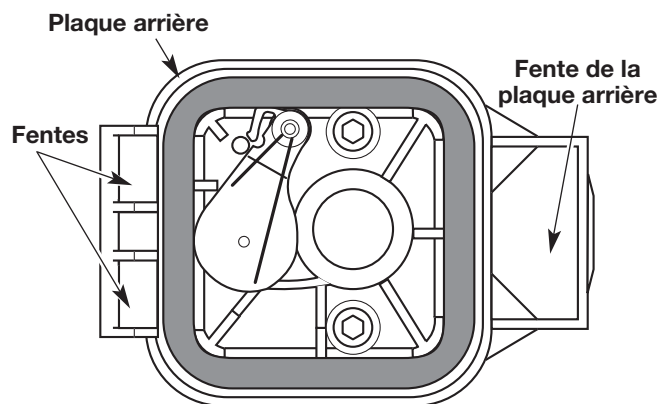

Fig. 48
6. Remplacez le filtre (Fig. 48).
7. Réinstallez le couvercle du filtre à air. Placez les crochets à gauche du filtre à air dans les fentes à gauche de la plaque arrière (Fig. 48).
8. Pivotez le couvercle vers la droite jusqu'à ce que la languette du couvercle du filtre s'enfonce d'un déclic dans la plaque arrière (Fig. 48).